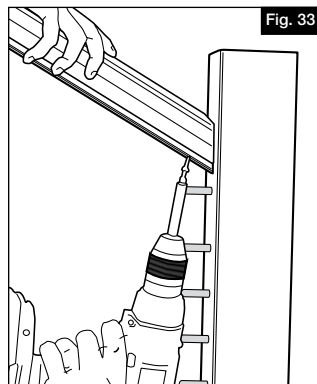
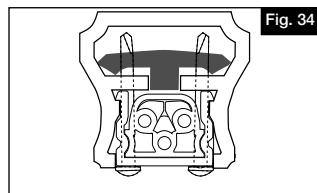

Fig. 33
Fig. 34
- 21.** Enfoncer deux des vis peintes (composant N) vers le haut à partir du dessous de chaque extrémité en passant par l'emplacement des avant-trous (Fig. 33). Cela permettra de fixer ensemble le support, la poutre et le rail supérieur (Fig. 34).